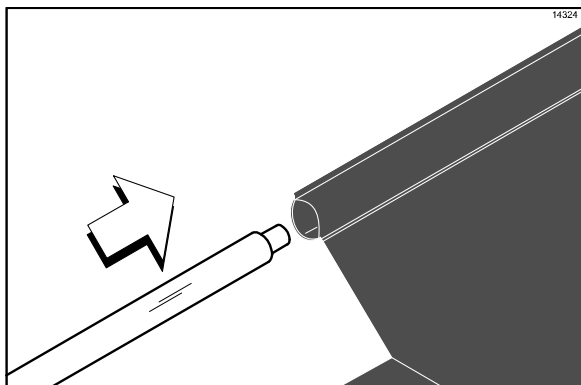

Figura 8
1. Passe a barra de retenção pela extremidade debruada da folha antiaderente. (Veja a Figura 8.)